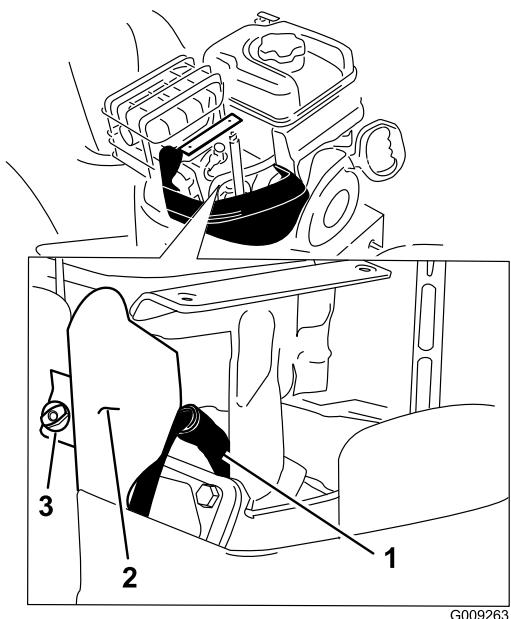

Рисунок 52
- Отверните барашек хомута и снимите хомут (Рисунок 52).
- Произведите чистку поверхности вокруг гнезда для свечи зажигания (Рисунок 52).